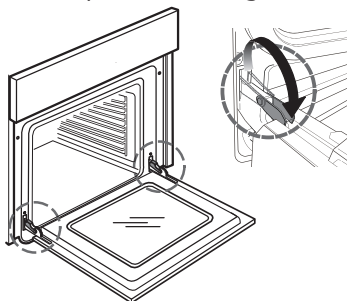

fig. 1
2. Aixeca els ganxos i empenta'ls al màxim cap endavant (Fig. 1).